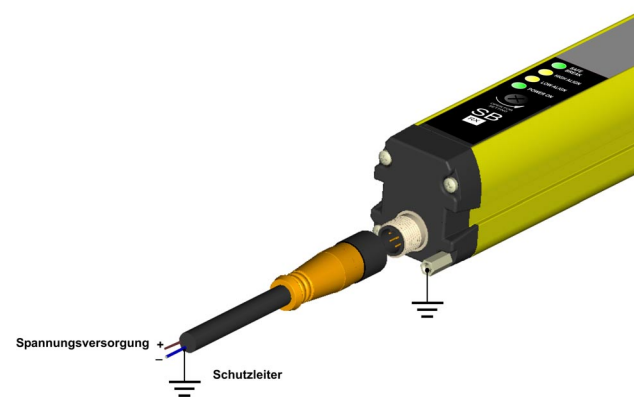

Abb. 14
- Insbesondere sollten Sender und Empfänger mit geschirmten Kabel (Zubehör) verbunden werden. Abb.14 zeigt den fachgerechten Anschluss sowohl des Senders bzw. Empfängers als des Kabels im Falle von Erdung.
Befolgen Sie das auf S.20 in Abb.14 gezeigte Schema, falls Sie die Erdung des ganzen Systems vornehmen wollen.